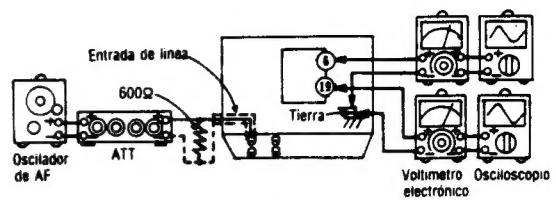

Fig. 10
1. La conexión del equipo de prueba se muestra en la Fig. 10.
3. Ajustar mediante atenuador de manera que la salida entre terminal ④ (CH-I) {terminal ⑩ (CH-D)} de IC401 y tierra sea 12,3mV.